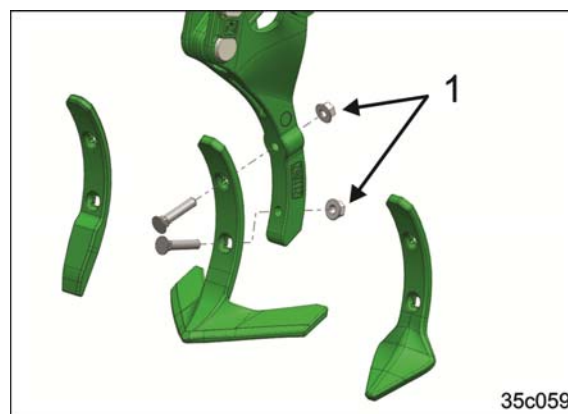

Bild 169
1. Lossa fästmuttrarna (Bild 169/1).
3. Dra åt fästmuttrarna (Bild 169/1).